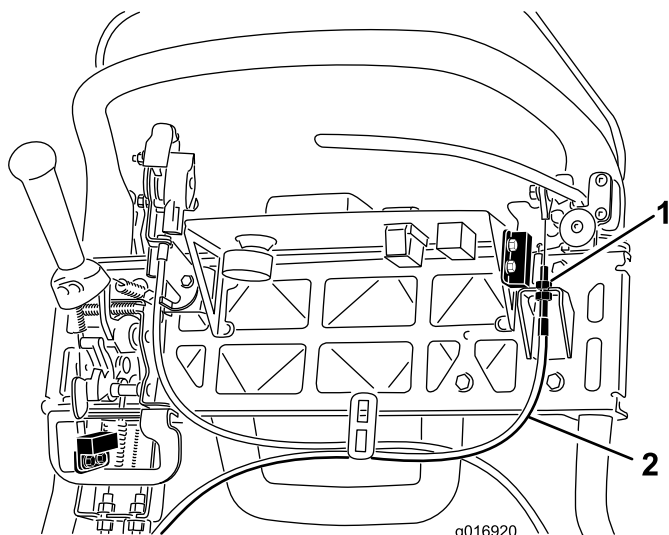

Figure 41
3. Pour accroître la tension du câble, desserrez l'écrou de blocage supérieur et serrez l'écrou de blocage inférieur du câble (Figure 41) jusqu'à ce qu'il soit nécessaire d'exercer une force de 156 N sur la poignée du levier de frein pour débloquer le verrou du frein de stationnement. Ne tendez pas le câble au point que la bande du frein frotte en permanence.